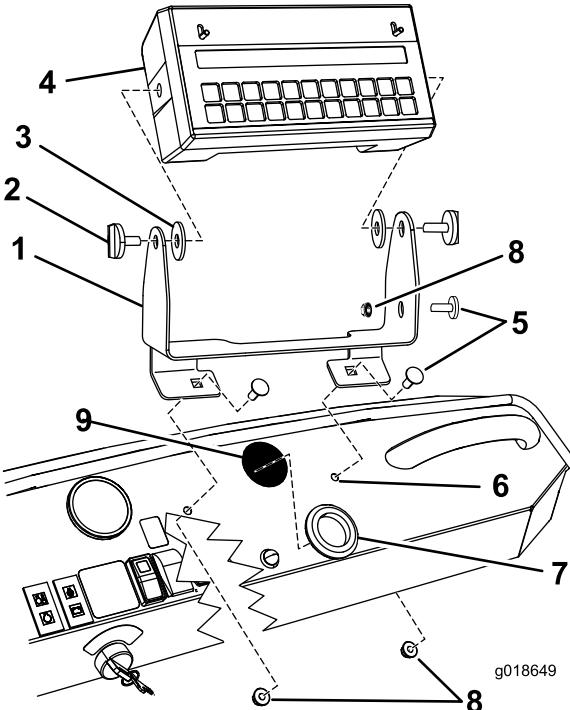

Figura 2
1. Installate la staffa di montaggio sul cruscotto e fissatela usando due bulloni a testa tonda (5/16 x 3/4 poll.) e dadi di bloccaggio (5/16 poll.) come illustrato nella Figura 2.
- Montate la console del computer sulla staffa di montaggio con due manopole (Figura 2).